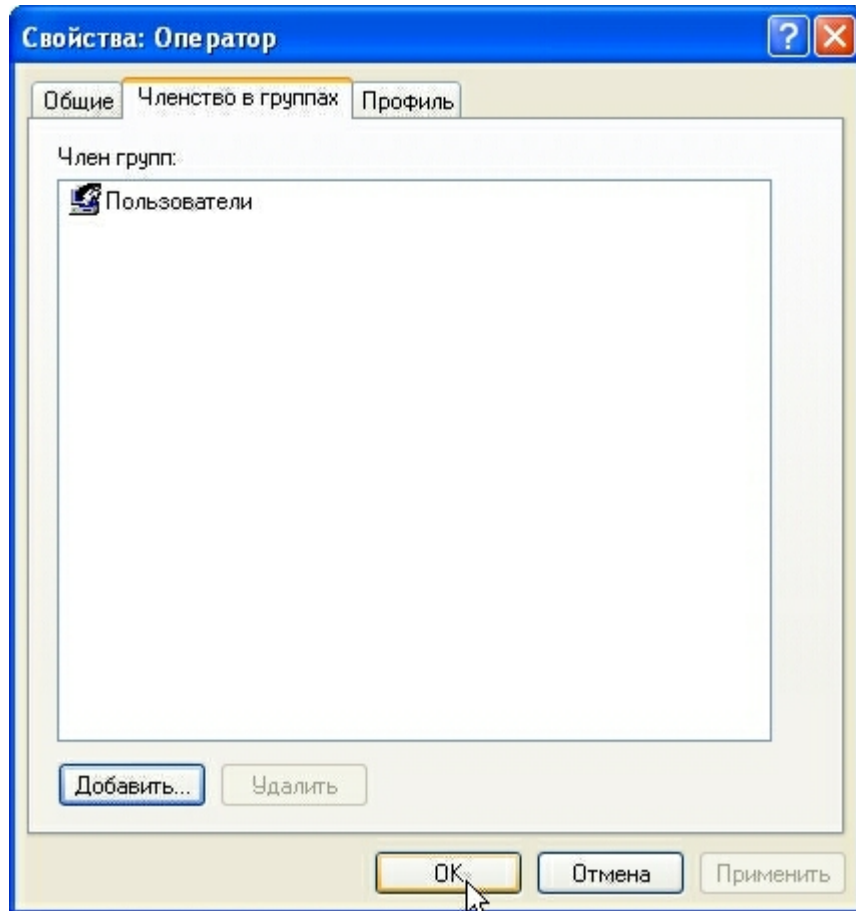

Рис. 4.3. Задание параметров учетной записи пользователя:
- 3) Выберите нового пользователя в списке, кликните на нем правой кнопкой мыши и выбрав пункт свойства в появившемся меню, настройте его членство в группах пользователей (Рис. 4.3).